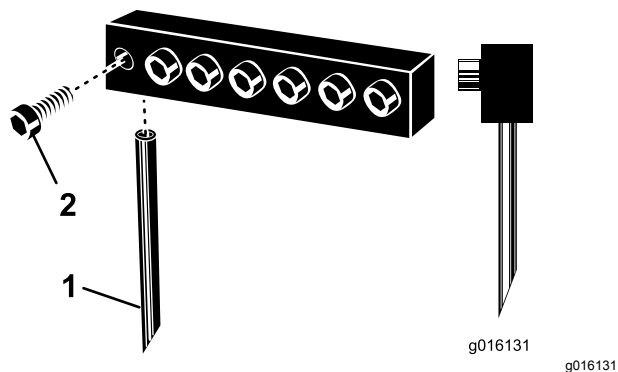

图30
3. 旋松夹紧螺栓然后拆下之前使用的打孔针 图30。
**注意** 空心打孔针的放置应使排出槽朝向后面。实心打孔针的放置应使针尖角度朝向机器 图30。